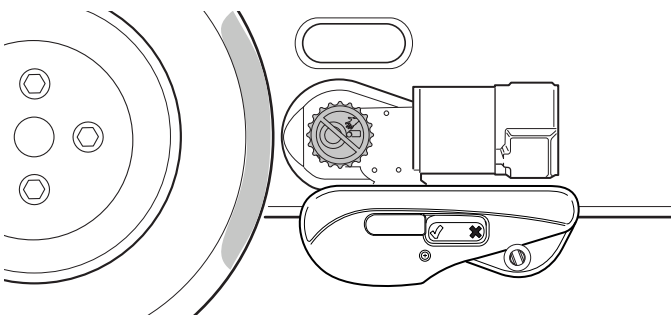

Fig. 32
- La distance entre les rouleaux d'entraînement et les pneus s'élève à environ 20 mm de chaque côté (Fig. 32). Pour vérifier la bonne distance entre le pneu et le rouleau d'entraînement, voir Kapitel 6.1